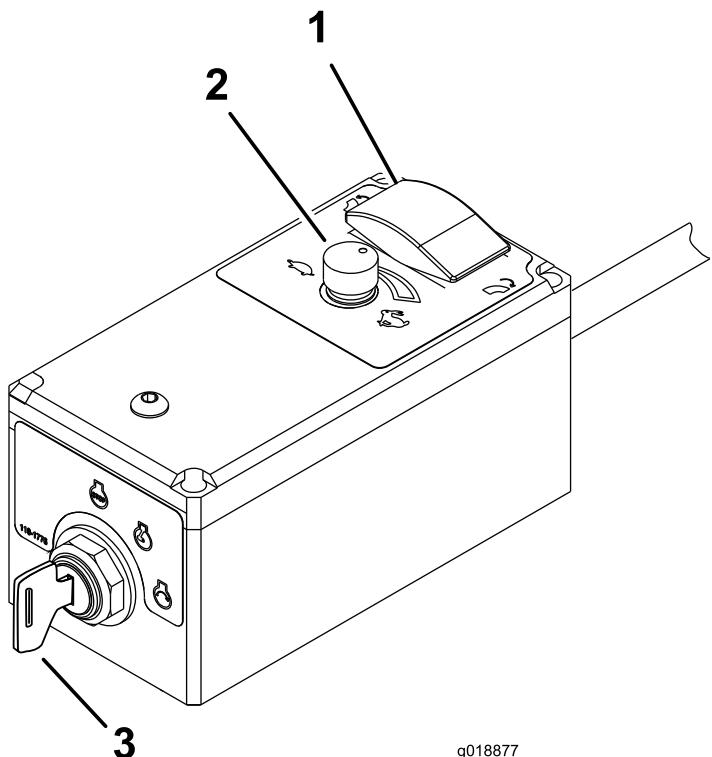

图 10
- 将发动机点火钥匙顺时针旋转至“启动”位置即可启动发动机启动后释放钥匙 图 10。
3. 如果离开机器请将发动机钥匙旋转到关闭位置并从开关中拔出 图 10。